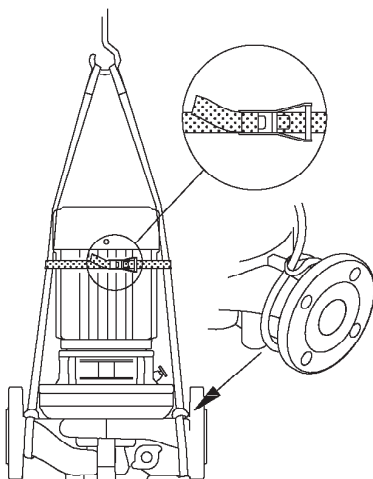

Рис. 2. Схема строповки электронасоса
2.1.1.2 При подъеме электронасоса строповку проводить по схеме, приведенной на рис.2.